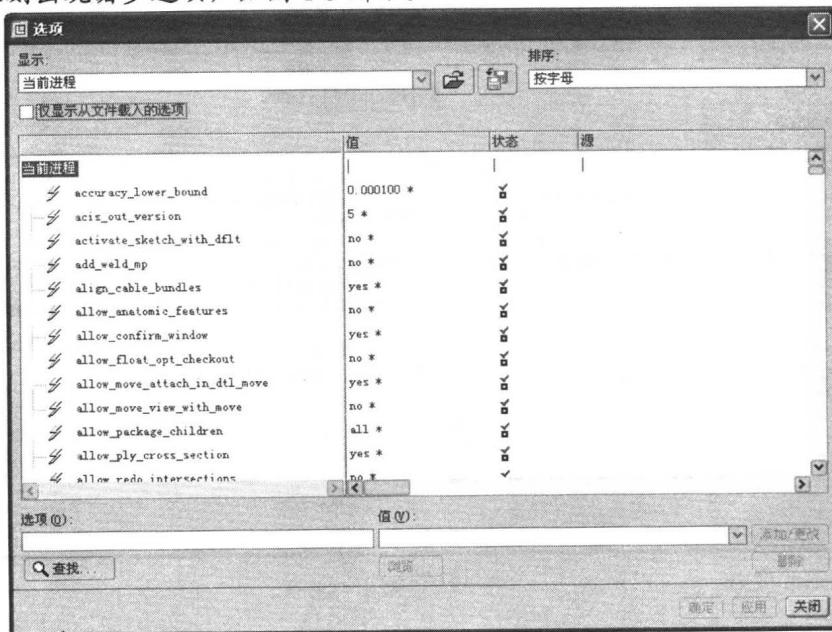

图 1-5
(2) 在【选项】对话框中，取消勾选【仅显示从文件载入的选项】复选项（即不勾选此项），立刻出现诸多选项，如图 1-5 所示。